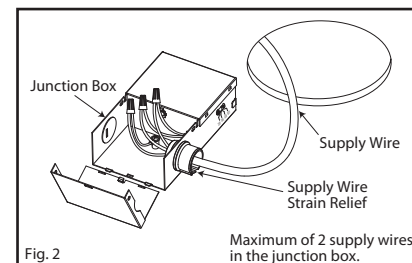

Fig. 2
3. Bring supply power into junction box through the strain relief knockout. Use the wirenuts to connect the white wire from the supply wire with the white wire of the junction box. Match the black wire from the supply wire with the black wire of the junction box. Match the copper wire from the supply wire and with the green wire of the junction box. (Fig. 2)
3. Amener l'alimentation électrique dans la boîte de dérivation à travers la débouchure du réducteur de tension. Utiliser les marettes pour jumeler le fil blanc du secteur avec le fil blanc de la boîte de jonction. Jumeler le fil noir du secteur avec le fil noir de la boîte de jonction. Jumeler le fil de cuivre du secteur avec le fil vert de la boîte de jonction. (Fig. 2)